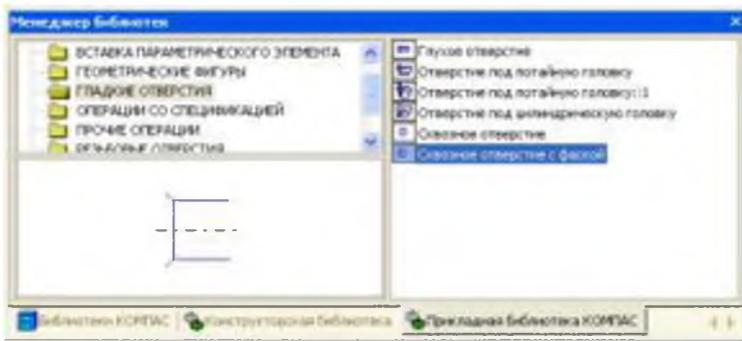

Рис. 22.
13. Из библиотеки Компас (**Сервис – Менеджер библиотек...**) выбрать сквозное отверстие с фаской (рис.22). Установить размеры и вставить в нужное место.